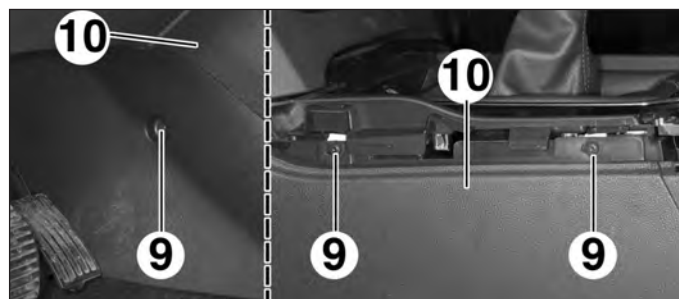

FIG. 18
- Déposer les vis (9) de la garniture latérale (10) (Fig.18).